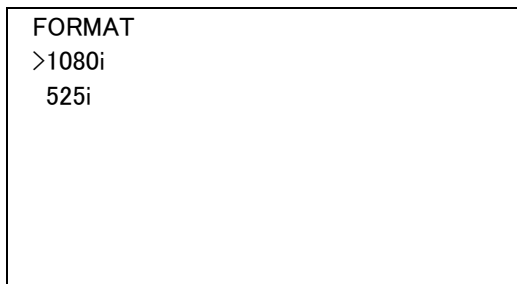

図4-21オンスクリーンメニュー(FORMAT例)
- 1) メインメニューで「FORMAT」を選択し、**ENTER** ボタンを押すと図 4-21 のような設定メニューが表示されます。